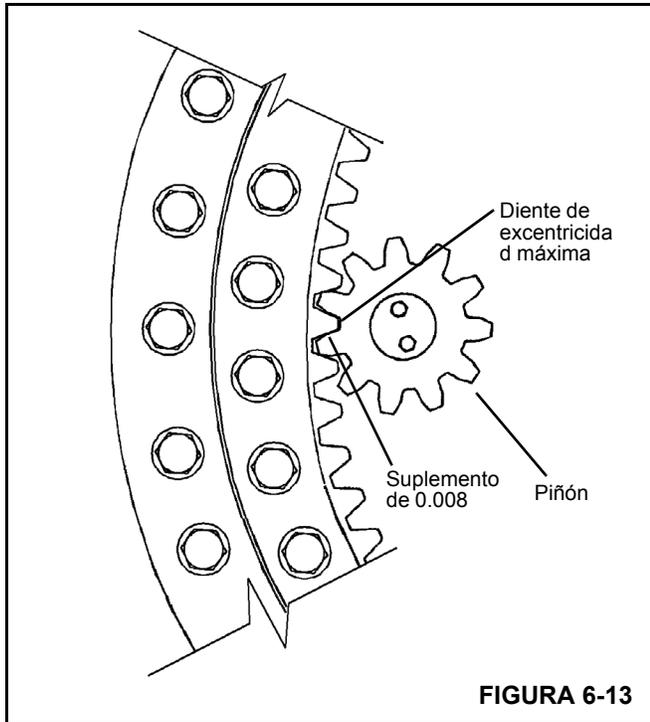

FIGURA 6-13
6. Instale el piñón del mando de giro de modo que su punto alto (excentricidad máxima) quede alineado con el punto alto del cojinete de la torreta. Compruebe el juego entre dientes con un suplemento de 0.008 pulg (0.203 mm) de grosor (Figura 6-13). Si es necesario mover el piñón para obtener el juego entre dientes apropiado, consulte con el concesionario local.